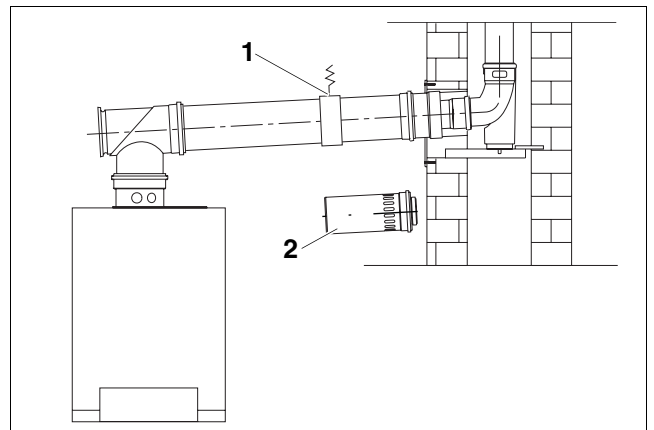

Bild 20 Heizkessel mit Schornsteinanschluss verbinden
- Inspektionsbogen bzw. -Rohr über konzentrisches Rohr mit der konzentrischen Mauerdurchführung (bzw. dem Zuluftrohr bei GAX) verbinden (Bild 20).